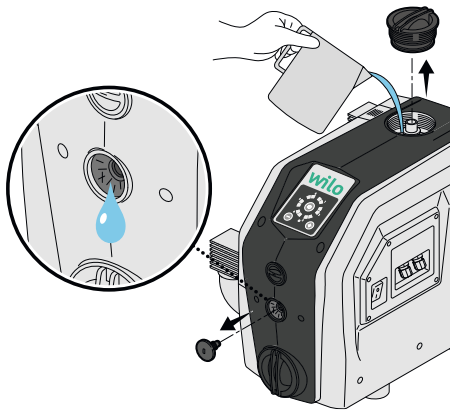

Fig. 8: Betöltés
2. Töltsd fel a terméket vízzel (kb. 1,5 l), amíg a víz ki nem folyik a szellőzőnyíláson (Fig. 8).